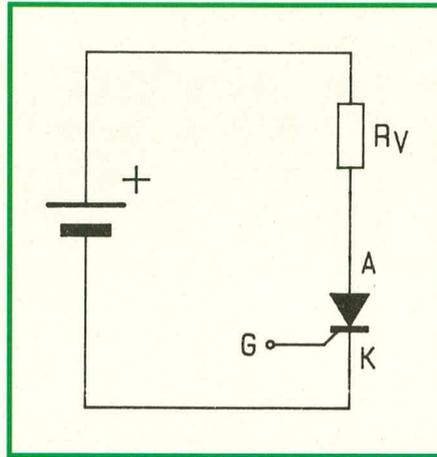
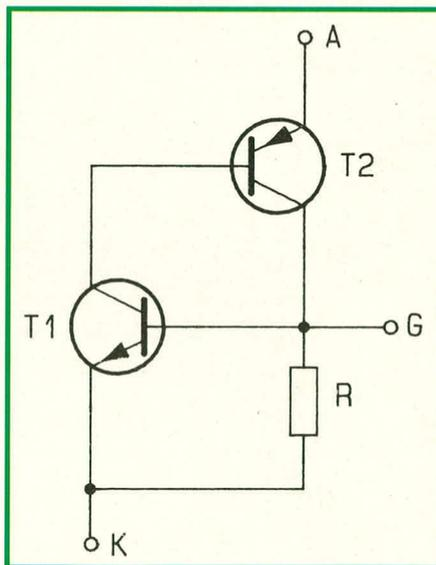

Bild 12: Gleichspannungsanschluß eines Thyristors
Bild 13: Transistorschaltung als Ersatz für einen Thyristor
In Abbildung 12 ist das Schaltsymbol eines Thyristors dargestellt. Im Ruhezustand ist die Anoden-Katoden-Strecke gesperrt, und durch den Vorwiderstand R_v kann kein Strom fließen. Wird an den Gate-Anschluß (G) eine positive Spannung U_{GK} angelegt, die in der Größenordnung von 1 V liegt, fließt ein Strom über die Gate-Katoden-Strecke. Dieser Gatestrom wird auch mit Zündstrom I_z bezeichnet und ist sowohl von der Anoden-Spannung als auch von den auftretenden Anodenströmen unabhängig. Sobald I_z einen bestimmten Wert überschreitet, zündet der Thyristor, und die Anoden-Katoden-Strecke wird leitend. Dieser Zustand bleibt erhalten, auch wenn kein Zündstrom mehr fließt. Voraussetzung dafür ist allerdings, daß der Anoden-Haltestrom I_H nicht unterschritten wird. In Abbildung 13 ist eine Transistorschaltung wiedergegeben, die recht gut der Wirkungsweise eines Thyristors entspricht.